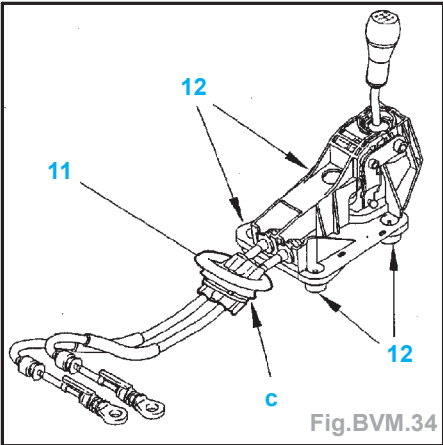

Fig.BVM.34
- Sous le véhicule, déclipper en «c» l'entretoise de maintien des câbles sur caisse (Fig.BVM.34).
- Longueurs des câbles de commande de passage de vitesses (2) (mm) :
- longueur (D) .....965
- longueur (C) .....610
- Longueurs des câbles de commande de sélection de vitesses (3) (mm) :
- longueur (A) .....907
- longueur (B) .....645
- appuyer sur les languettes de l'agrafe (10) en «a»,
- Dégager l'isolant (11) de la caisse.
- les 4 écrous (12),